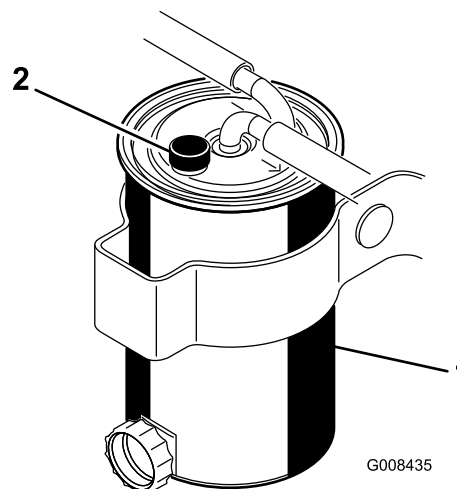

Figura 35
2. Aprite la valvola di sfiato presente sulla parte superiore della scatola, e attendete che il carburante cominci a uscire (Figura 35).